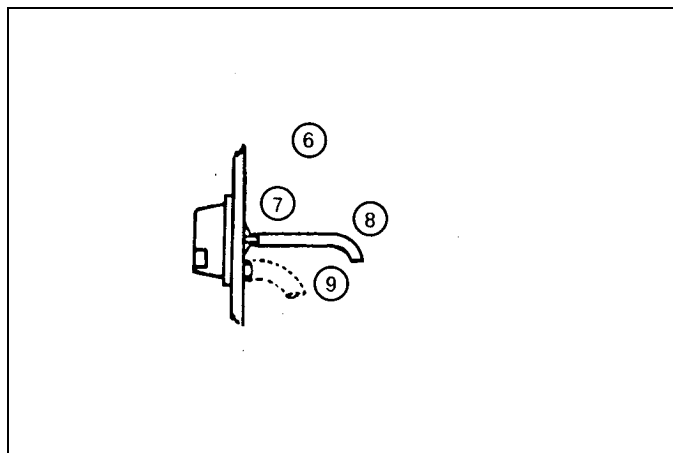

Fig. 2
Monter l'appareil sur une surface solide (6). En cas de montage avec capillaire, l'orifice d'aspiration (12) et l'orifice de pression différentielle (13) doivent être facilement accessibles. Voir figure 2.